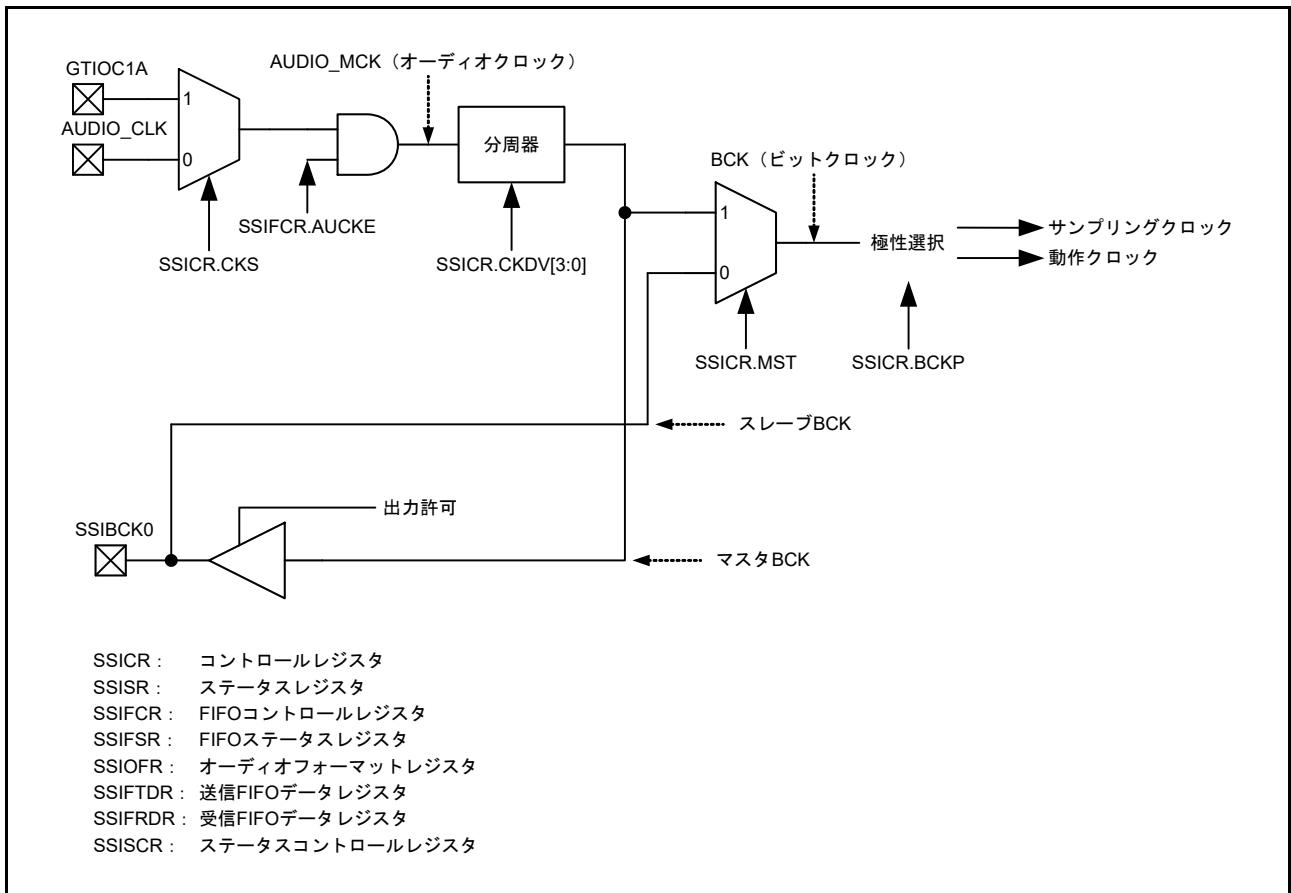

図 33.3 SSIE クロック構成
**表 33.1** に SSIE の仕様を、**表 33.2** に通信フォーマット用語の定義を示します。図 33.1 に通信フォーマットを、図 33.2 にブロック図を、そして図 33.3 にクロック構成を示します。